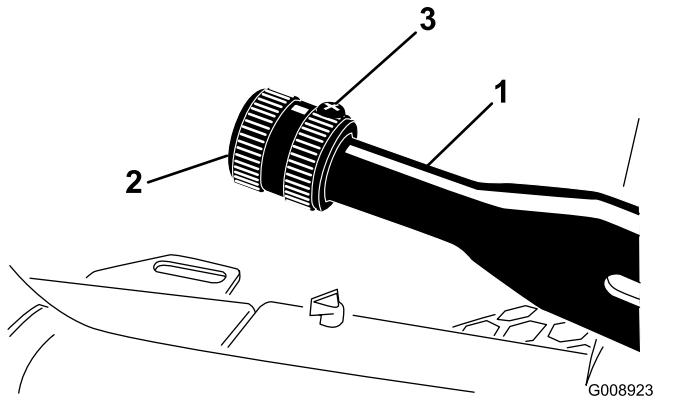

Figura 59
2. Afloje el tornillo de fijación que sujetá el pomo a la palanca del freno de estacionamiento (Figura 59).